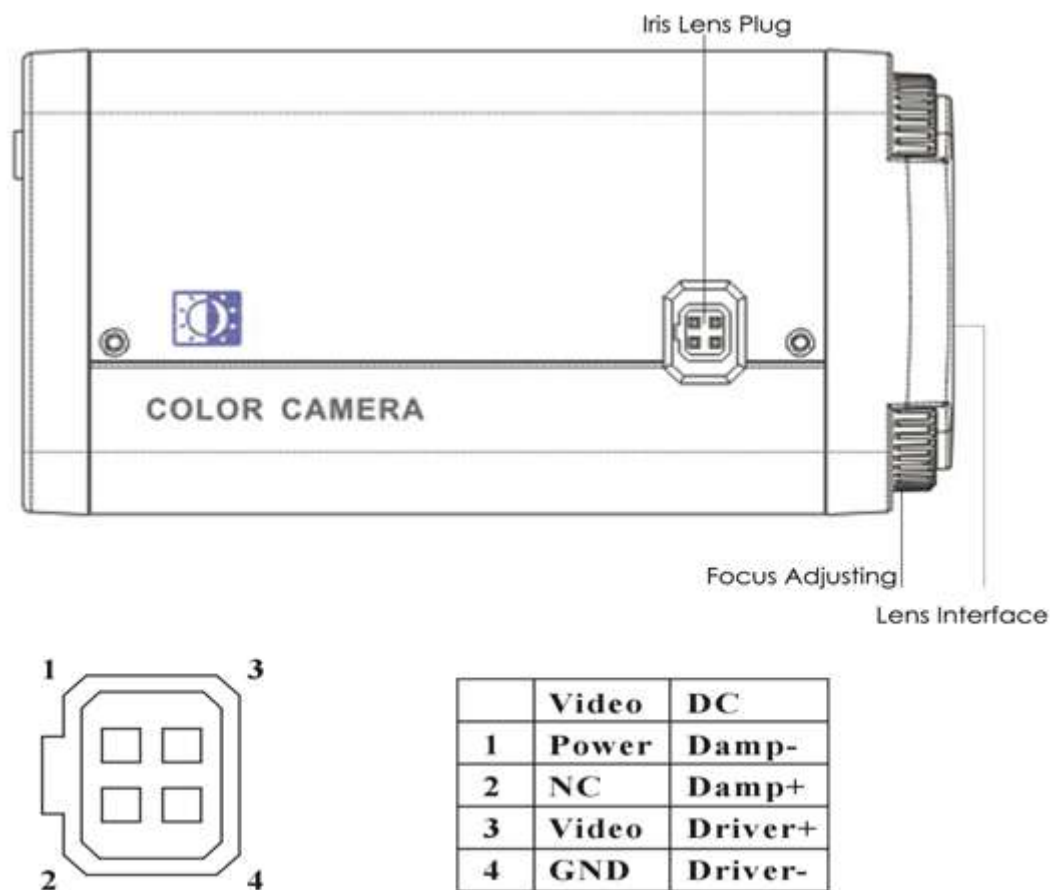

Рис.1.1 Боковая панель камеры в стандартном корпусе
1. **Iris Lens Plug:** Данные модели видеокамер имеют выход на управление автодиафрагмой. Видеокамера имеет возможность управления автодиафрагмой по видеосигналу или постоянному току. Необходимая распайка контакта для управления по видеосигналу или постоянному току приведена на рис.1.1.